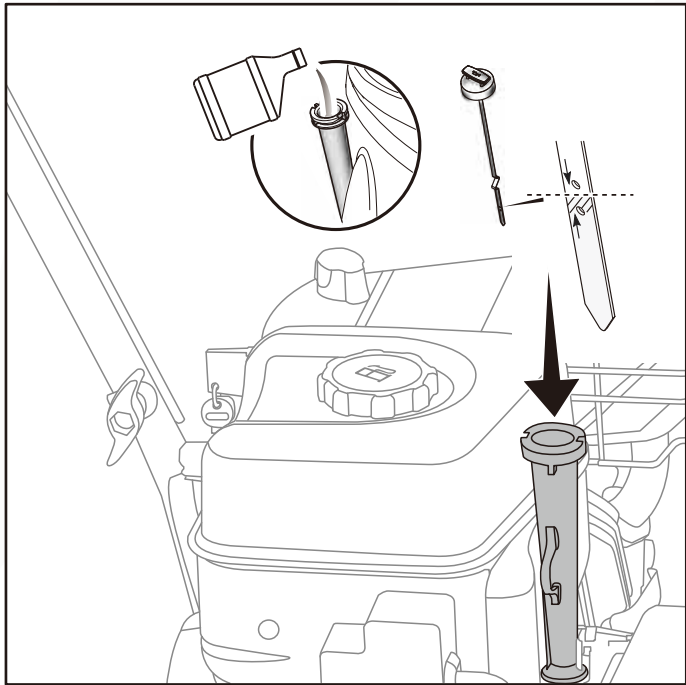

Figura 7
2. Retire la varilla de medición del aceite del motor y límpiela con un paño. (Figura 7)